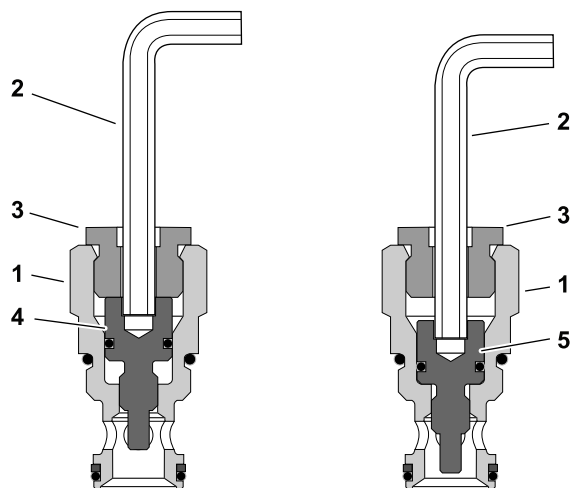

図 66
3. 六角レンチ6 mmをプラグアセンブリに差し込んで最後まで右回しすると、プランジャがバイパス位置にセットされる図 66を参照。この作業を全部のプラグアセンブリ4 個について行う。